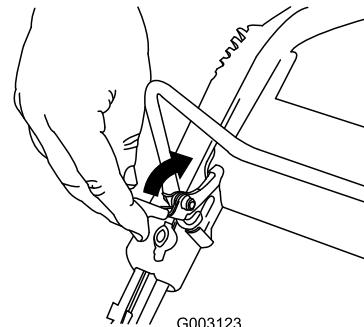

Рисунок 17
Чтобы заглушить двигатель, нажмите и держите кнопку выключения двигателя в нажатом положении до тех пор(Рисунок 17), пока двигатель не остановится.
1. Оттяните фиксатор штанги управления (Рисунок 17).